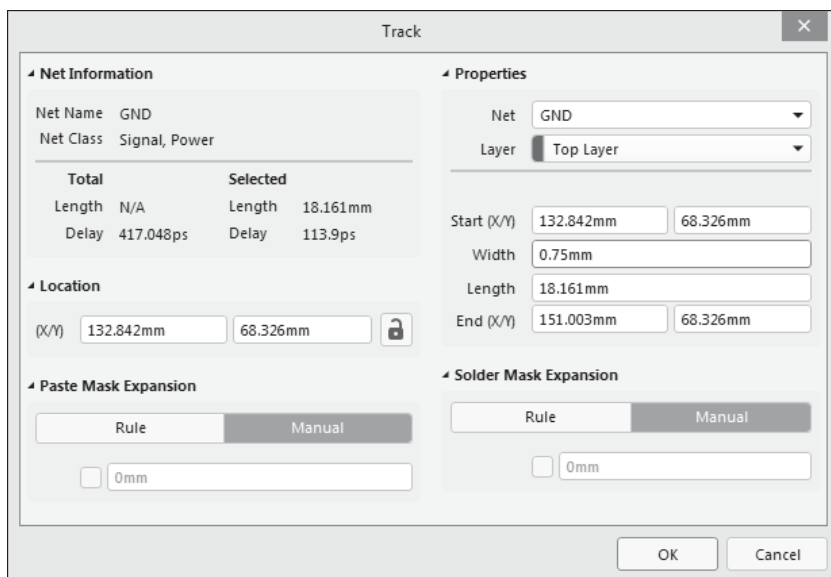

Рис. 6.31. Редактирование ширины сегментов готовой трассы печатного монтажа
- командой **Edit | Track** или двойным щелчком мыши на сегменте трассы открыть диалоговое окно **Track** (рис. 6.31);